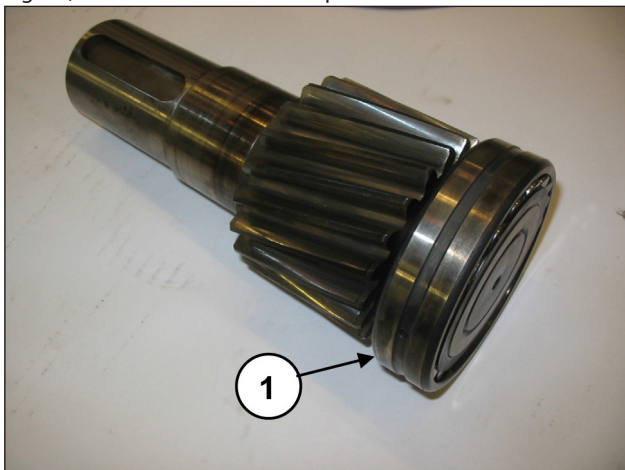
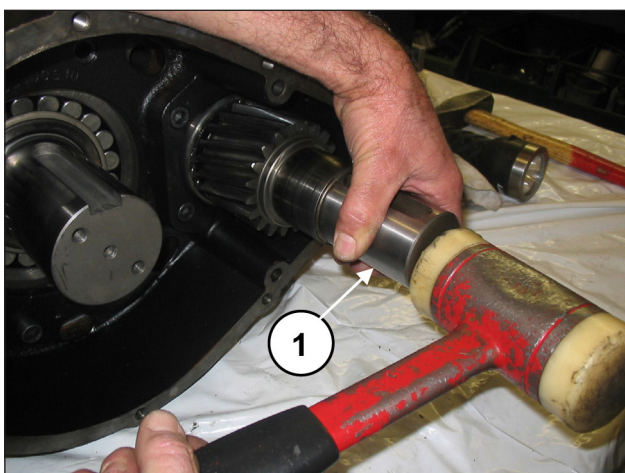

Fig. 60
Fig. 61
Premontar el cojinete en el piñón (pos. ①, Fig. 60) e introducir a fondo el piñón en la sede de la caja del reductor (pos. ①, Fig. 61) con una herramienta de percusión.